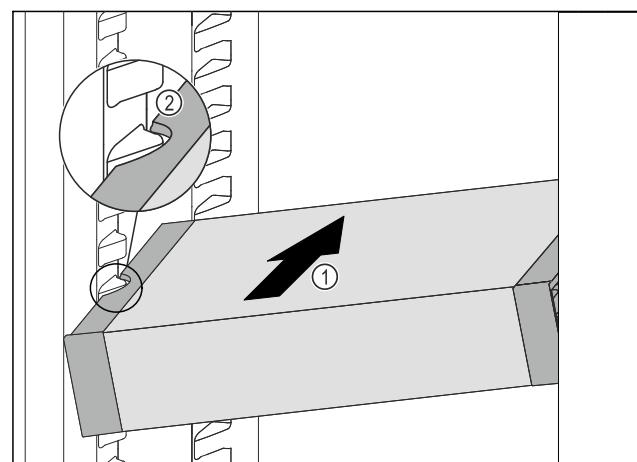

Fig. 107
- Împingeți VarioSafe oblic în frigider Fig. 107 (1), până când degajările laterale Fig. 107 (2) ale VarioSafe se află la înălțimea nervurii recipientului din frigider.